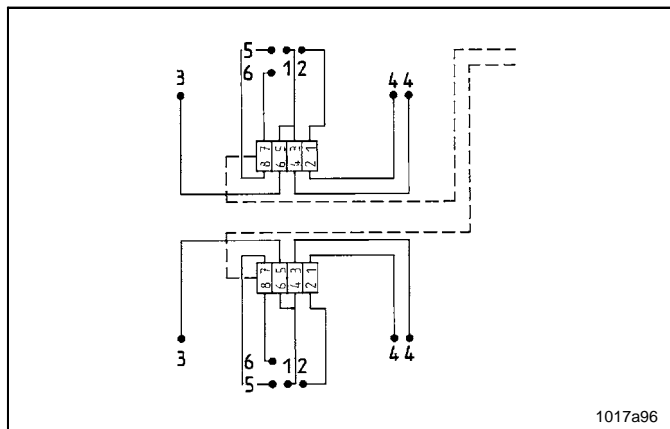
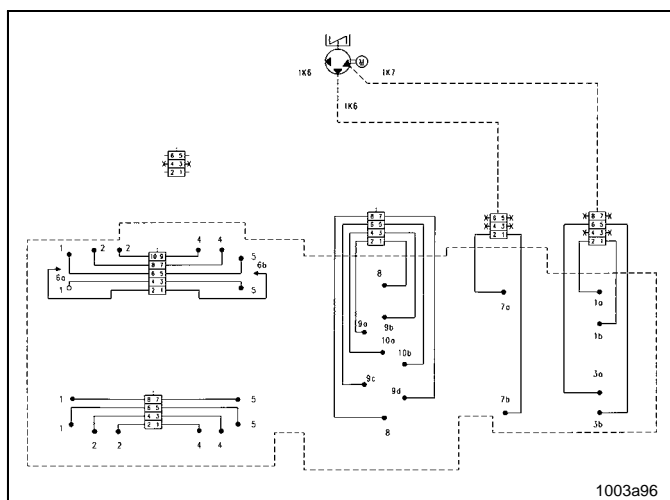

Abb. 36 Schmierstellen aufteilen
Abb. 37 Größe des Hauptverteilers festlegen
- Nicht benötigte Auslässe verschließen (s. Auslass 5 oder 6 am Verteiler, Abb. 36), ausgenommen Auslass 1 und 2.
- die Schmierstoffmengen, wie am Beispiel Abb. 36 gezeigt aufteilen, siehe auch Rechenbeispiel Abb. 37.